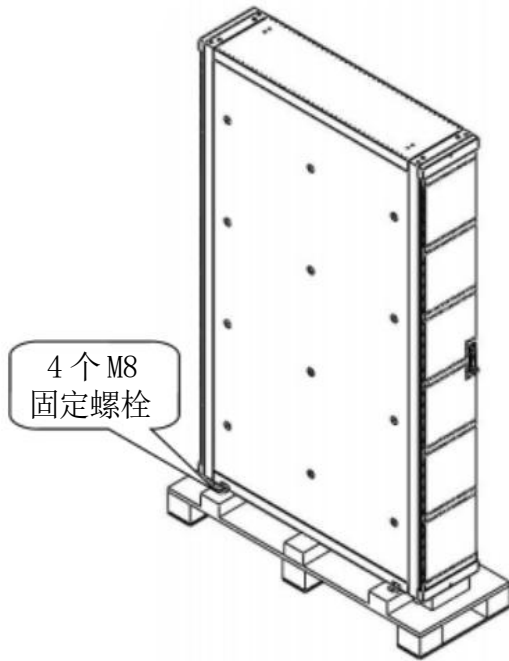

图 2.1.5 底板固定螺栓
- 3) 机组通过M8×40 的自攻螺栓固定在包装的底托上，如图2.1.5。可选用M8 的呆扳手、棘轮扳手或套筒进行拆卸。